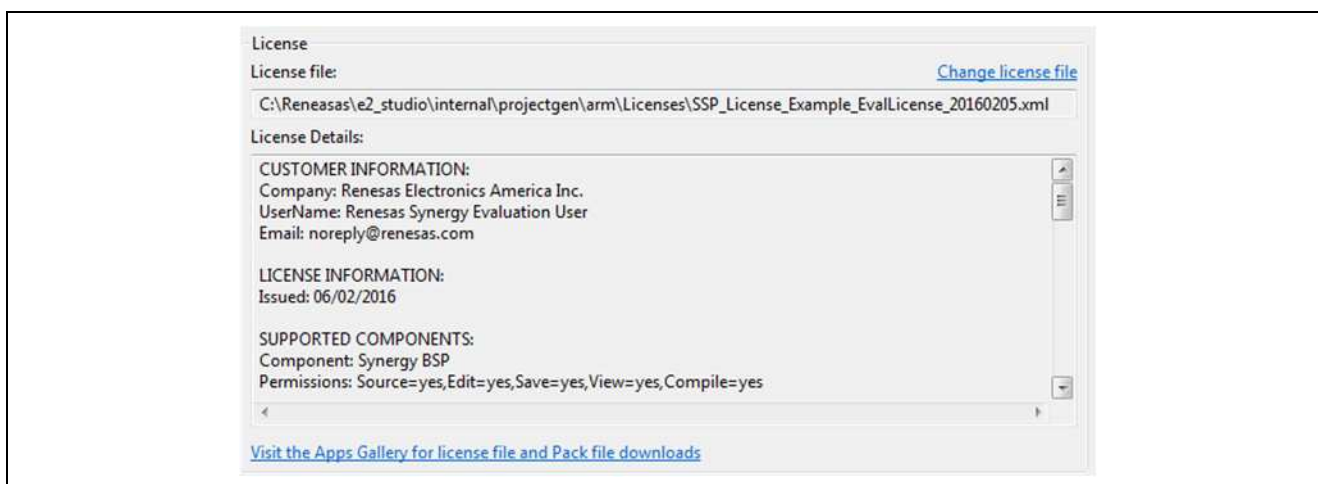

図 3.5 License file が設定されている場合
9. [License file]が設定されている場合、フォーム内のライセンスは図 3.5 のように表示されます。図 3.5 のように表示された場合、手順 10 を省きます。フォーム内が空欄である場合、下記手順 (A~G) を続けて行ってください。